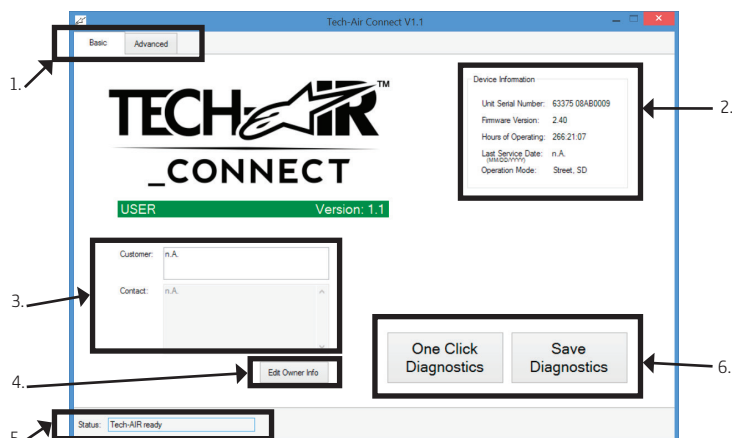

Figura 11 – Schermata Principale Connessione Tech-Air™
3. Eseguire il software Tech-Air™Connect. Questo si presenterà con la schermata in figura 11.